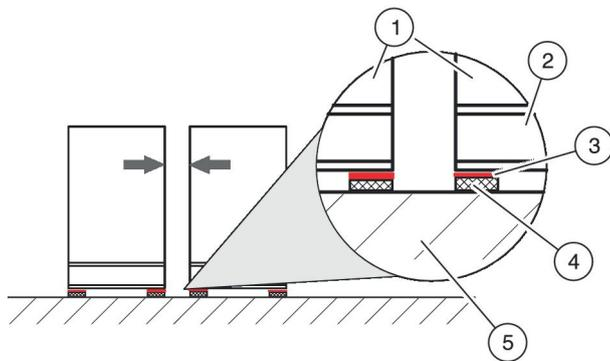

Abb. 11: Geräteverbindung bei schwingungsdämpfender Aufstellung
Die Positionierung der RLT-Bauteile (Abb. 11 /1) auf einem Untergrund mit hohem Reibungskoeffizienten (z. B. Kautschuk- oder Elastomerplatten (Abb. 11 /4)) wird durch Gleitbleche (Abb. 11 /3) erheblich vereinfacht.
1. ▶ Die kundenseitigen Gleitbleche (Abb. 11 /3) unter die RLT-Gerätegrundrahmen (Abb. 11 /2) der einzelnen RLT-Bauteile (Abb. 11 /1) positionieren.